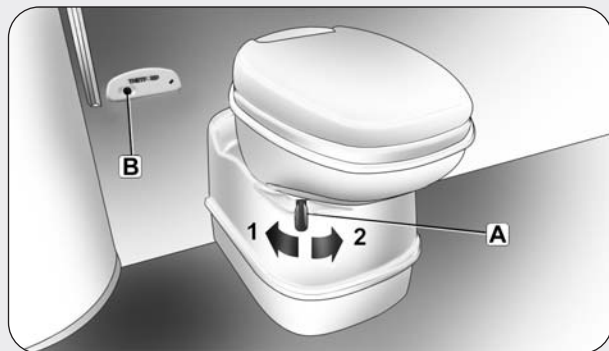

fig. 15
L'apertura e la chiusura dello scarico sono comandate dalla leva **A** - **fig. 15** posta sul WC mentre l'acqua di risciacquo è comandata dal pulsante **B**.
- ❑ Accertatevi che lo sportello di scarico del WC sia chiuso (leva **A** - fig. 15 spostata a destra in posizione **2**).